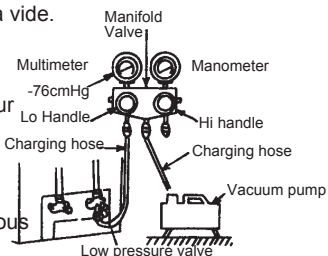

Fig.9
3. Accrochez les plateaux de montage de l'unité intérieure sur les onglets du haut du panneau arrière et vérifiez qu'ils soient assez solides. (Fig. 9)